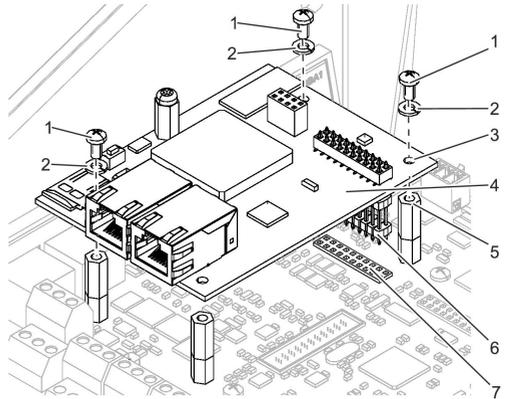

Fig. 9: Installation du module EM-IP
4. ► Placez le module EM-IP (Voir la Fig. 9/4), avec la broche de connecteur (Voir la Fig. 9/6), dans le slot (Voir la Fig. 9/7) qui se trouve sur le circuit imprimé principal du TCU3 ou du TAM.
Enfoncez délicatement les quatre coins du module EM-IP dans les espaceurs (Voir la Fig. 9/5).
5. ► Fixez le module EM-IP à l'aide de 3 vis de fixation (Voir la Fig. 9/1) et de rondelles (Voir la Fig. 9/2) sur le circuit imprimé principal, comme cela est illustré : Voir la Fig. 9.